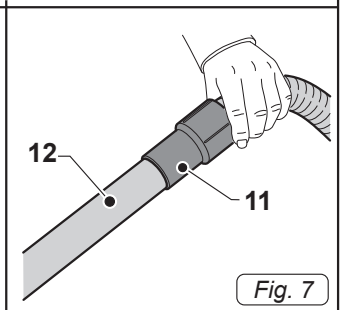

Fig. 7
- Вставьте шланг (11 Рис. 7) с расширением (12 Рис. 7).